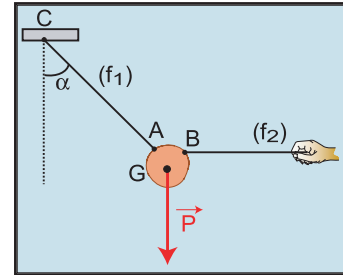
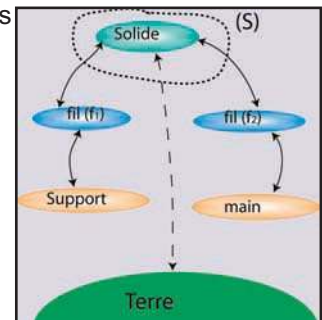
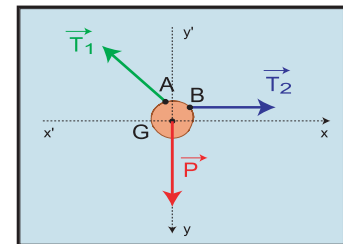

Fig.9 - Schéma de situation
Fig.10 - Diagramme des interactions
Fig.11 - Schéma d'analyse
- Faire un schéma de situation (Fig.9).
- Système matériel choisi : le solide (S).
- Faire le diagramme des interactions (Fig.10).
- Le solide (S) est soumis aux forces extérieures suivantes :
- Poids de (S) : action à distance.
- Faire un schéma d'analyse (Fig.11) en plaçant les trois forces extérieures : $\vec{P}$, $\vec{T}_1$, $\vec{T}_2$